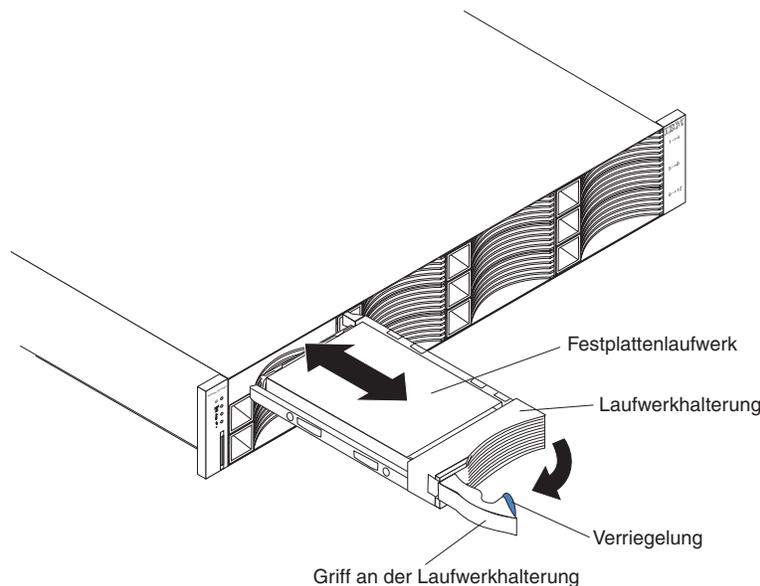

Abbildung 46. Laufwerk entfernen
4. Ziehen Sie das Laufwerk aus der Position, wie in Abb. 46 auf Seite 84 dargestellt.